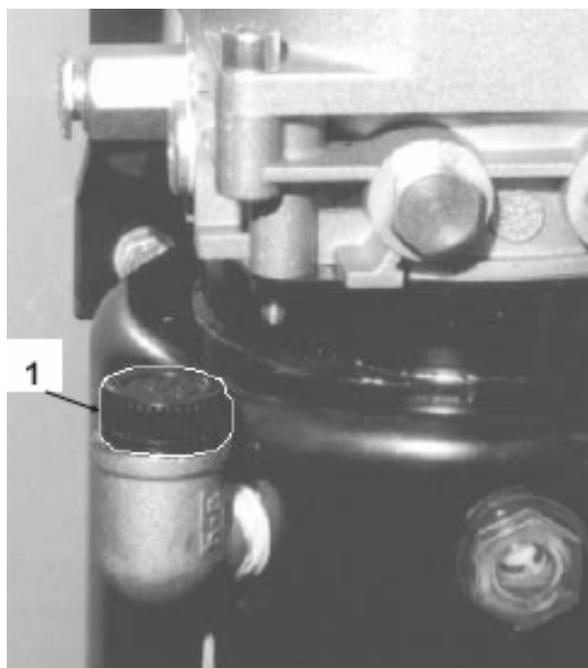

Рисунок 45.
- С помощью муфты (3) соедините две трубки (1 и 2) к внутренней стороне верхней поперечной балки, используя муфты 4 и 5 (которые уже закреплены внутри стоек и соединены внизу с цилиндрами), прикрепите две трубки 1 и 2 к трубкам 6 и 7.
- Подсоедините гидравлический блок (3) к гидравлической системе через тройник (5) с помощью гибкого шланга (8).
- Снимите заглушку маслоразливной горловины и замените ее крышкой с отверстием (1, Рисунок 45).